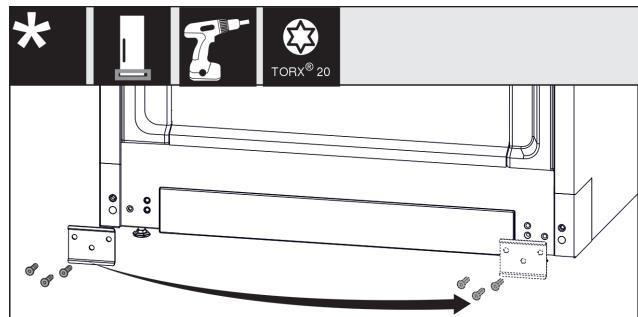

Fig. 28
- Blech Fig. 28 (1) abschrauben, auf die andere Seite umsetzen und wieder anschrauben.